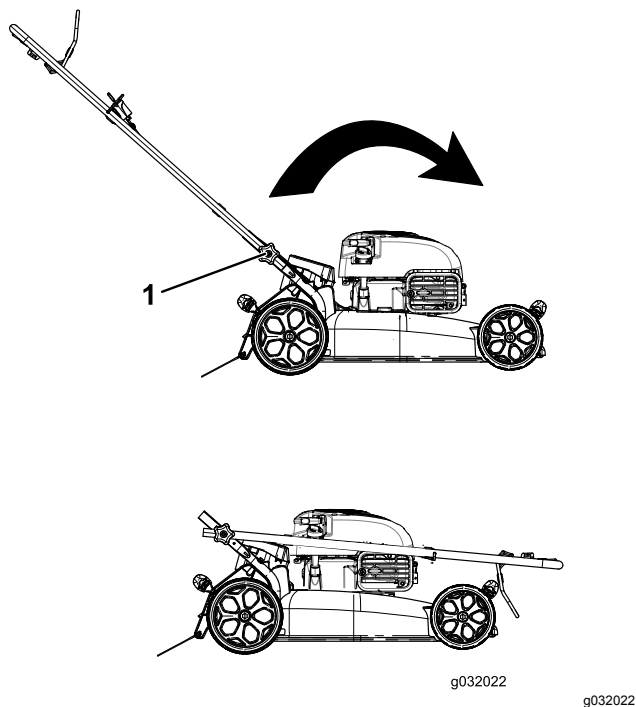

Figure 23
2. Desserrez les boutons du guidon jusqu'à ce que le guidon bouge librement (Figure 23).
1. Bouton du guidon (2)
3. Pliez le guidon en avant de la manière indiquée (Figure 23).